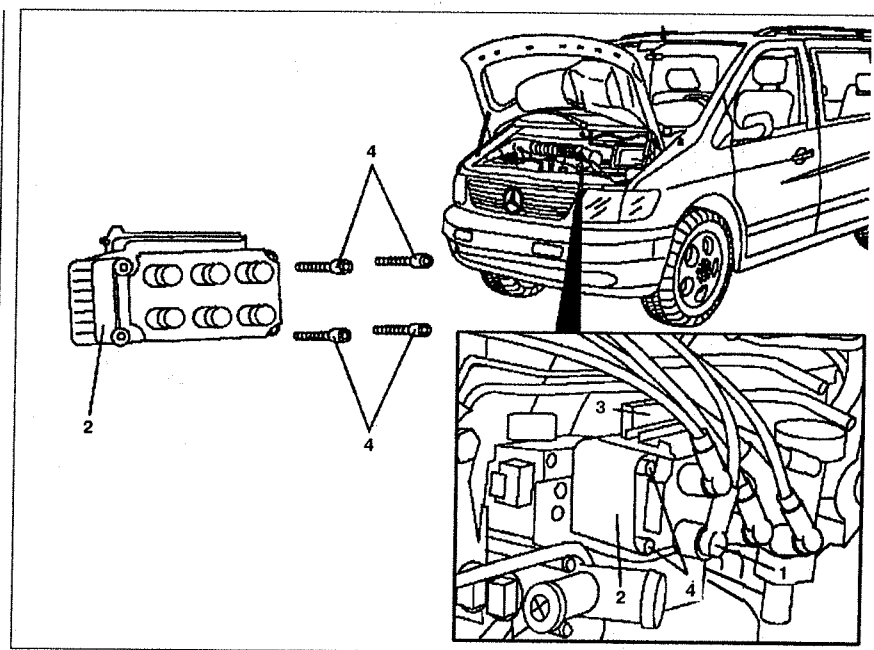

Рис. 3.40. Катушки зажигания:
2. Снимите наконечник 1 с катушки зажигания 2 (см.рис.3.40).